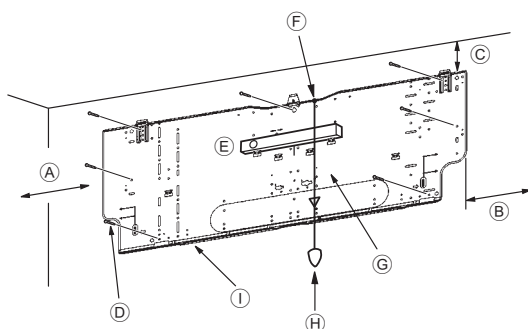
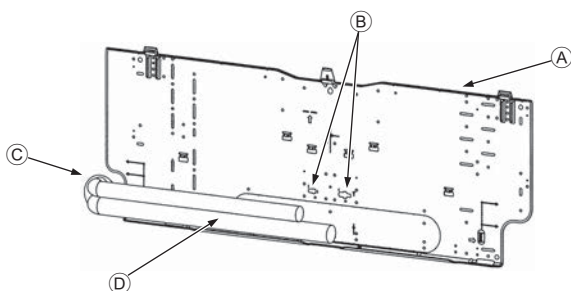

Fig. 3-4
Fig. 3-5
■ PKFY-P-VKM-E (Fig. 3-4)
- ④ Viti di fissaggio (4 x 25) ②
- ⑤ Livella
- ⑥ Far passare una corda attraverso il foro.
- ⑦ Collocare la livella contro la linea di riferimento orizzontale della piastra di montaggio e montarla in piano. Appendere un piombo alla corda e allinearla con il segno ▽ EPK della piastra di montaggio, in modo da eseguire la messa in piano.
- ⑧ Piombo
- ① Piastra di montaggio ①
3.3. Inserimento dei tubi nella parete (Fig. 3-5)
- ▲ Piastra di montaggio ①